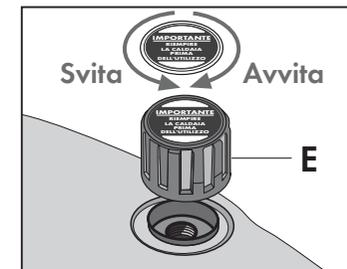

Fig. 3
- Svitare il tappo di riempimento (E) (Fig. 3)
- Avvitare il tappo di riempimento (E) con una leggera pressione ed assicurarsi che sia ben serrato. (Fig. 3)
- Riempire il serbatoio di recupero (G) con 2,5 litri d'acqua dopo aver rimosso la parte superiore dell'apparecchio tramite gli appositi ganci (F).